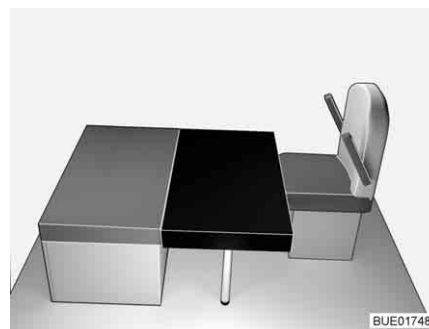

Fig. 125 Dopo la trasformazione
- Collocare il cuscino aggiuntivo rettangolare sul tavolo (davanti al cuscino dei sedili, vedi Fig. 125). La sezione nel cuscino aggiuntivo è appoggiata contro la parete di sostegno anteriore.